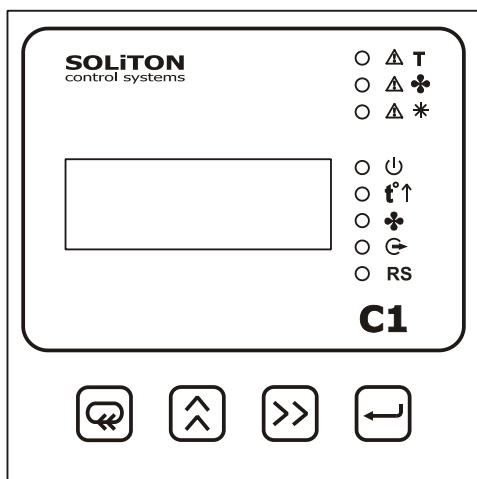

Рисунок 3.2 – Передняя панель прибора
3.3.2 На лицевой панели прибора (рисунок 3.2) расположен один семисегментный четырёхразрядный индикатор, служащий для отображения символично-цифровой информации, семь единичных светодиодных индикаторов и четыре кнопки управления.